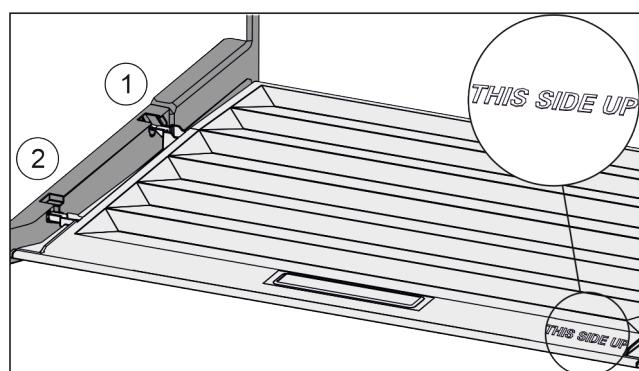

Fig. 28
- Výstupky víka zavede do zadních držáků Fig. 28 (1) a vpředu zaklesněte do držáku Fig. 28 (2).